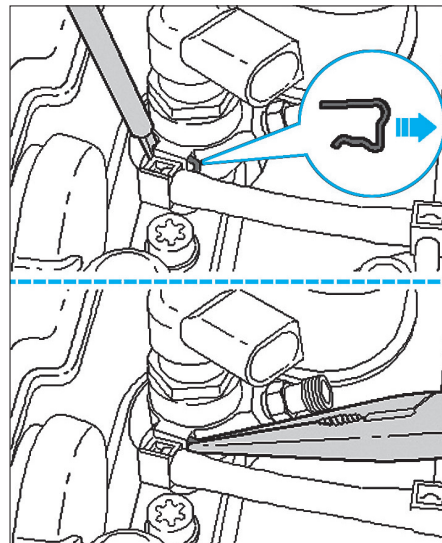

FIG. 82
- Extraire l'agrafe de maintien des durits de retour de carburant ; extraire ces dernières (Fig.82).